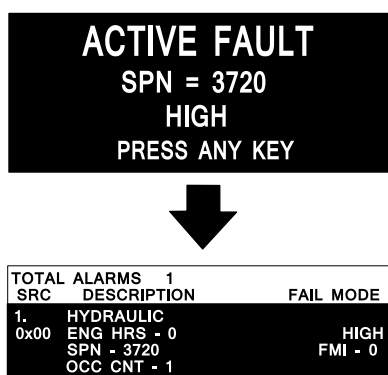

Рисунок 17
- Предупреждение о двигателе SPN 3720, FMI 16 (Рисунок 17)